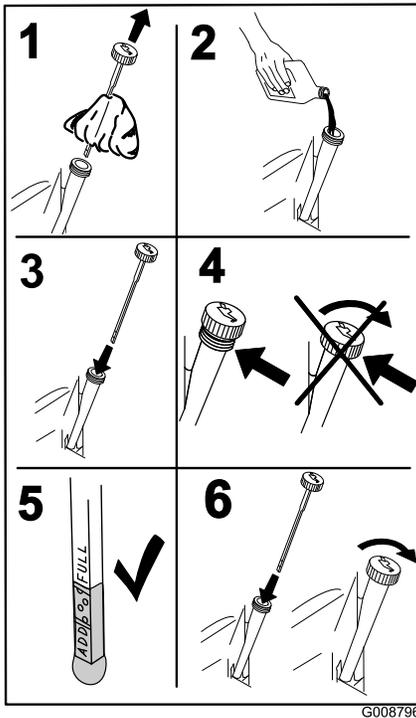

Figura 30
5. Vierta lentamente un 80% aproximadamente del aceite especificado por el tubo de llenado, luego añada lentamente el resto del aceite hasta que llegue a la marca **Full** (Figura 30).